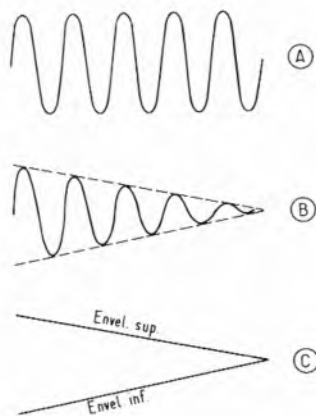

Fig. 2
Voici à la figure 2 en (A) la forme du signal sinusoïdal appliqué à l'entrée inverseuse du LM324, en (B) la forme désirée du signal modulé à obtenir à la sortie S du même CI.